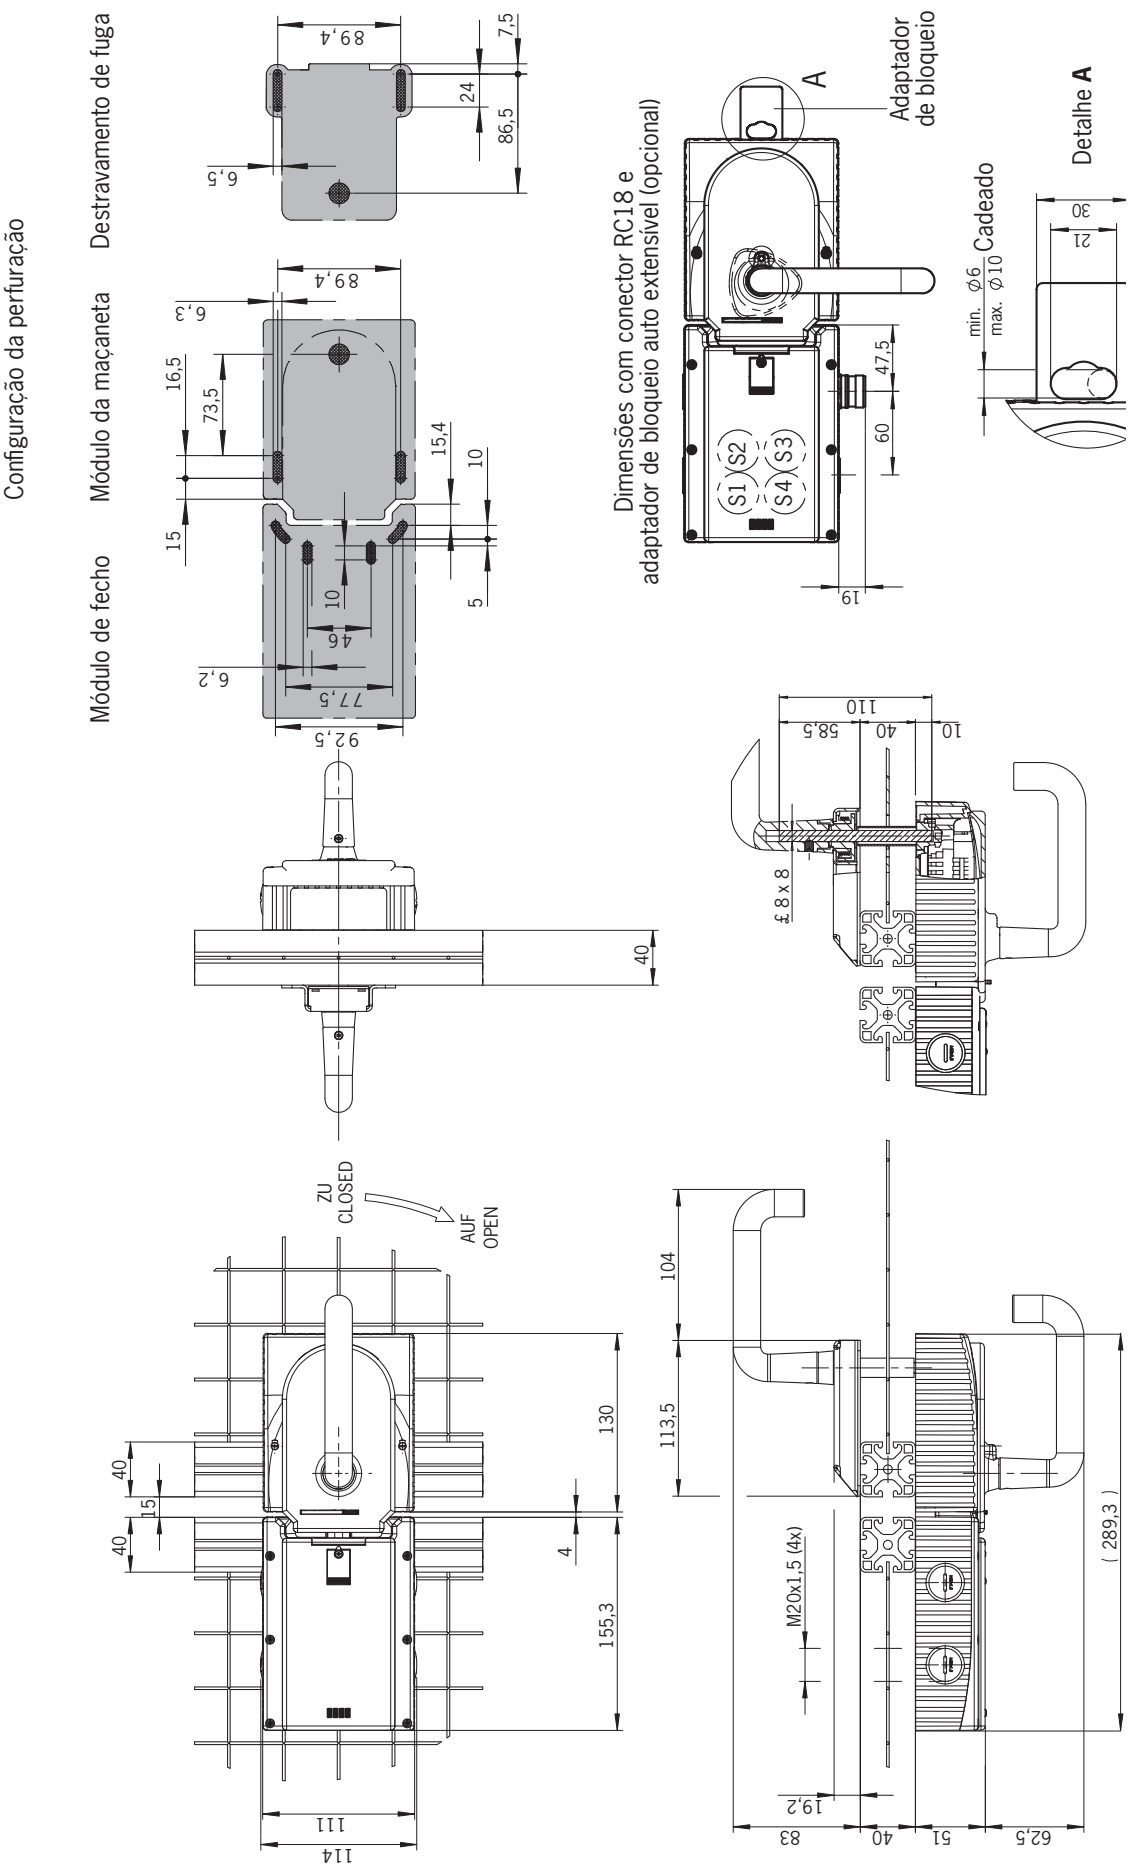

Figura 4: Desenho dimensional MGB montado, sem placas de montagem opcionais
- Alinhar o eixo do destravamento de fuga no ângulo direito em relação ao módulo da maçaneta. Consultar a figura 4 e 8.